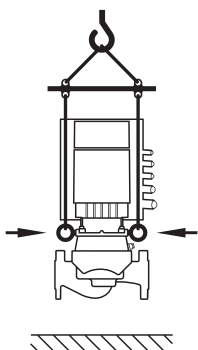

Fig. 8: Přeprava čerpadla
- Přepravu čerpadla je nutno provést pomocí schválených manipulačních prostředků (např. kladkostroj, jeřáb atd.). Je třeba připevnit je k přepravním okům, která jsou k dispozici na přírubě motoru (Fig. 8, zde zobrazeno: Směr zdvihání se svislým hřídelem motoru).